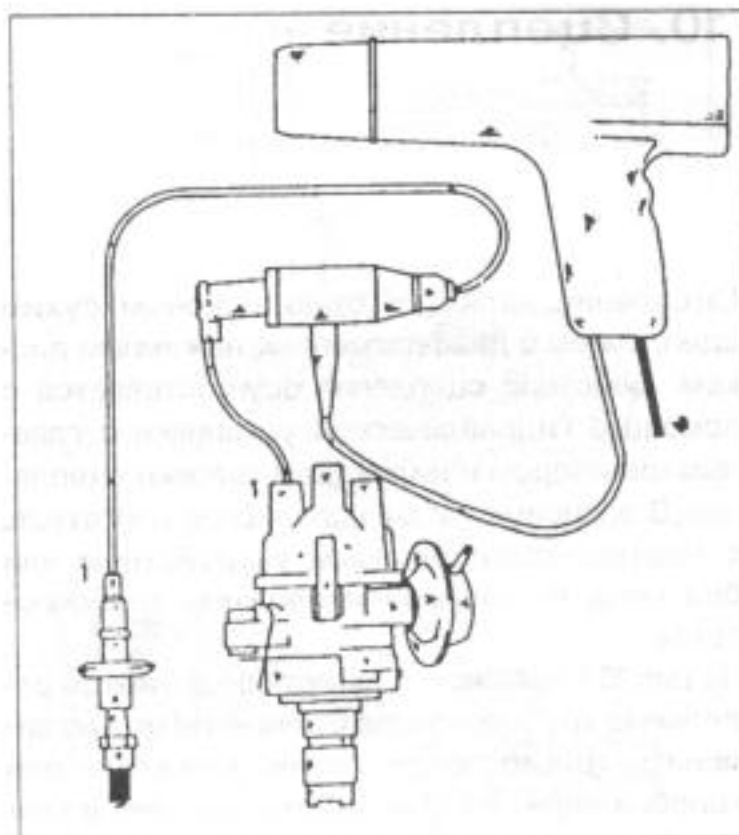

Рис.159.
- Стробоскоп подключить в соответствии с указаниями изготовителя (см. также рис.159) и направить луч на край шкива ременной передачи коленчатого вала.